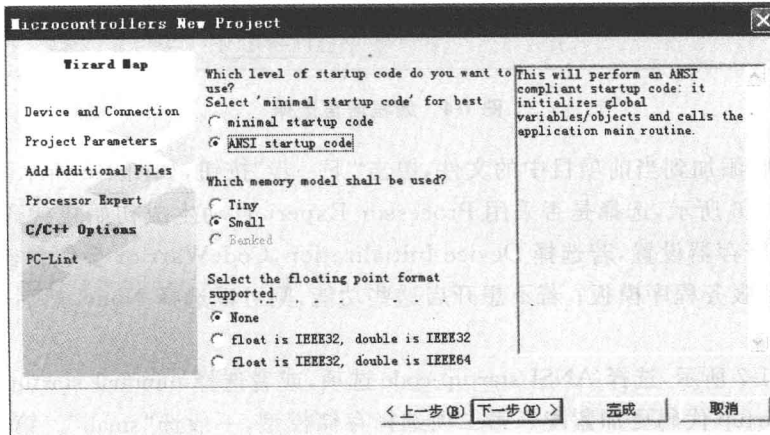

图 1-7 Startup 代码选择
(6) 如图 1-7 所示,选择 ANSI startup code 选项,或者选择 minimal startup code 选项,后者可以使得 startup 代码更加紧凑。第二项选择存储模型,一般选“small”。第三项选择浮点数,若工程中需用浮点数,选择 float is IEEE32,double is IEEE32,float is IEEE32,double is IEEE64 中的任意一个,若工程中不用浮点数计算,选择 None 并单击“下一步”按钮。